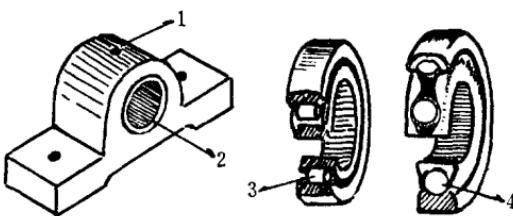

图 3-2 滑动轴承和滚动轴承
**1. 改变运动形式** 如变滑动摩擦为滚动摩擦，就可以使摩擦系数从 0.004 降低到 0.002。使用滑动轴承，机器运转时轴和轴瓦间发生滑动摩擦。使用滚动轴承，内圈紧套在轴上，外圈固定在轴承座上，两圈之间装有许多光滑的钢柱或钢珠，机器运转时，轴带着内圈转动，钢珠或钢柱在两圈之间的滚道上滚动，摩擦大为减小(见图 3-2)。一般的说，用滚动摩擦代替滑动摩擦，可以使摩擦阻力减少到原来的  $1/40$ — $1/60$ 。摩擦阻力愈小，磨损就愈少。